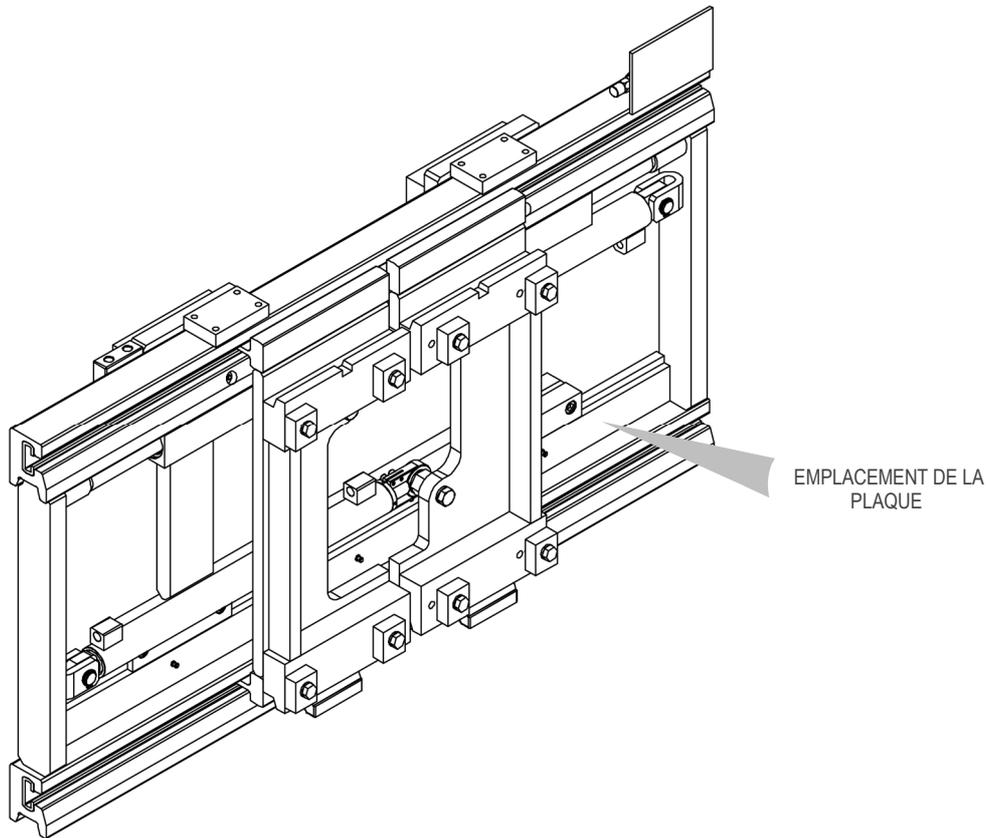

Figure 1
Tous les équipements A.T.I.B. – « POSITIONNEUR FOURCHES TYPE 678 | 679 | 688 | 689 | 579 » sont identifiées par une plaque adhésive (voir *Tableau 1*) placée sur l'équipement (la position de la plaque d'identification peut varier en fonction de l'équipement, voir *Figure 1*). Toujours se référer au numéro de série.
8. Connecter le circuit hydraulique, en s'assurant que la pression de service des tuyaux est supérieure ou égale à celle indiquée sur la plaque signalétique (voir *Figure 1* et *Tableau 1* à la page 8).
14. Connecter le circuit hydraulique, en s'assurant que la pression de service des tuyaux est supérieure ou égale à celle indiquée sur la plaque signalétique (voir *Figure 1* et *Tableau 1* à la page 8).